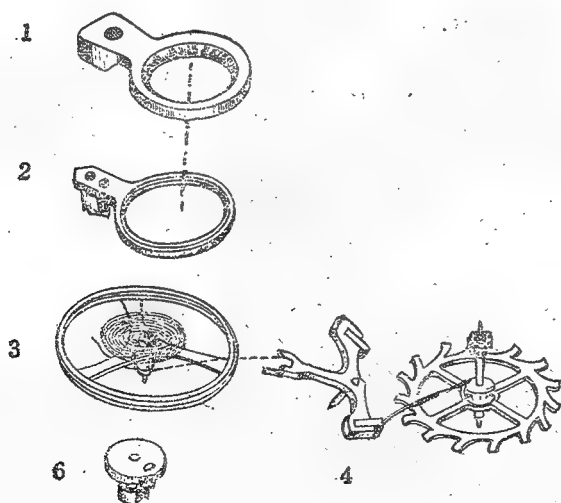

图 5
④ 擒纵调速机构：擒纵机构一般是由擒纵轮、擒纵叉、双圆盘以及叉限位钉组成。它是利用擒纵轮齿与叉瓦的“擒纵”动作，以及叉头与双圆盘的相互配合，将发条力矩传递给调速组件进行持续的运动，同时与调速组件配合，使发条力矩等速地放松（见图5）。